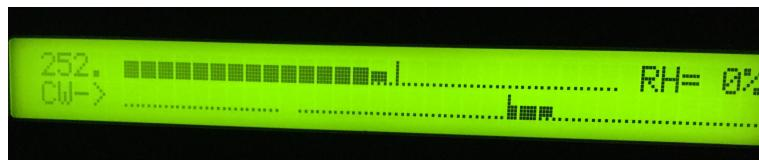

Figure 9 – Composante continue du laser
- Sur le *contrôleur du Mira*, vérifier que le laser n'a pas de composante continue (CW = continuous wave). Sur la ligne 'Cw->' se trouvent des points '...', un ou plusieurs carrés '' et une seule barre '|' comme montré à la figure 9.